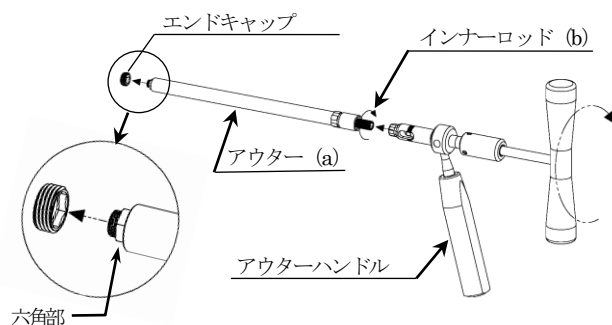

図 8
- ① アウター (a) の六角先端にエンドキャップを組付け、インナーロッド (b) の後端を手で締付けて仮固定します。
- ② カウンター式 T レンチを差し込み、NET 結合ロッドとアウターハンドルを把持した状態で、T レンチがカチッと言うまで右回転させ最終締結させます。（図 8）